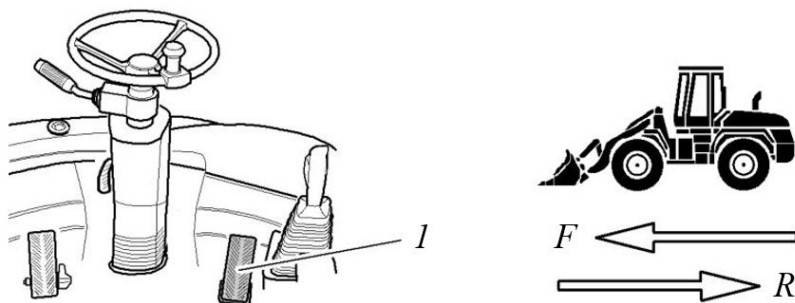

Рисунок 3.52. Трогание с места
- Плавно нажмите педаль акселератора, рис. 3.52.